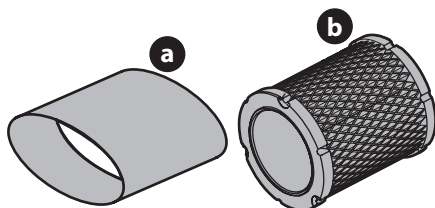

Figura 13
4. Quitar la espuma pre-filtro de aire (a) de todo el papel de filtro (b) (Figura 13). Sustituya el elemento de papel cuando sucio o dañado. Limpia el elemento de espuma o sustituya cuando dañado.